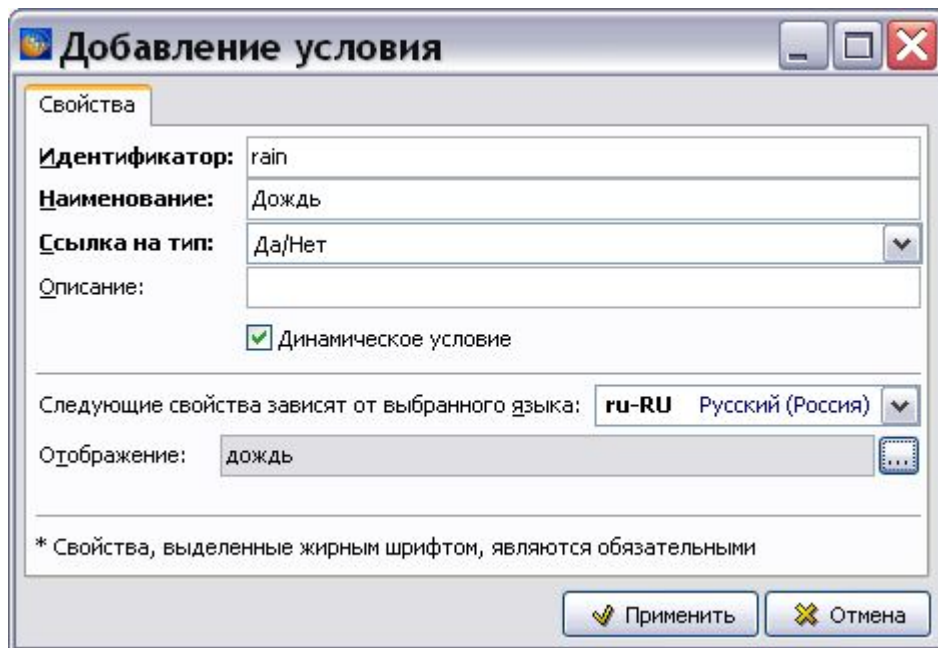

Рис. 2.147
8. Для создания условия, значение которого может изменяться в процессе эксплуатации изделия, в окне **Добавление условия** установите флаг у параметра **Динамическое условие**. Пример ввода параметров динамического (погодного) условия показан на Рис. 2.147.